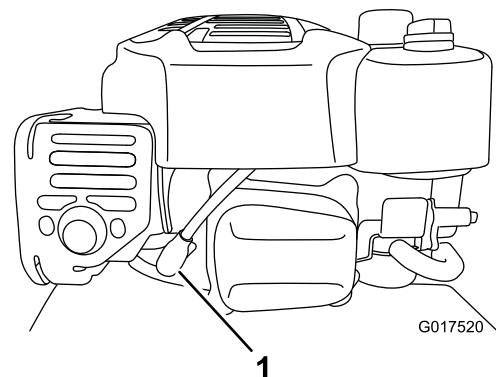

Bild 29
2. Ziehen Sie den Kerzenstecker von der Zündkerze ab (Bild 29).